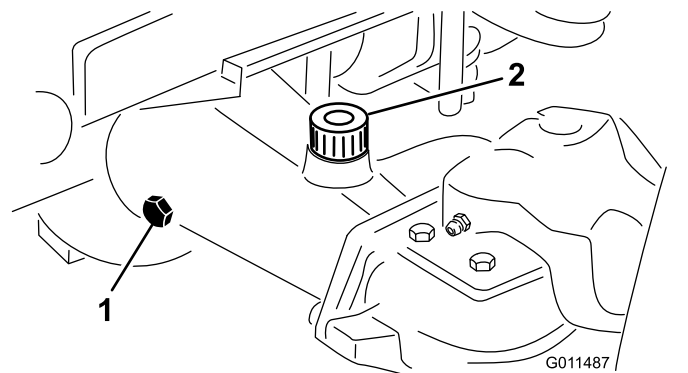

Bild 15
2. Entfernen Sie die Prüfschraube aus einem Ende der Achse und stellen sicher, dass das Öl die Unterseite des Lochs erreicht (Bild 15).